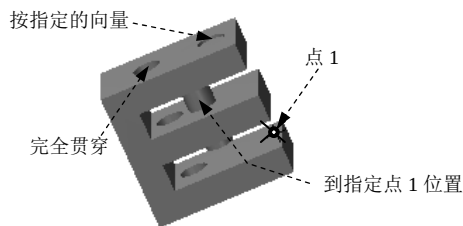

图 7.2.14 挤出距离
- **挤出的距离/方向** 区域：用于设置挤出距离/方向的相关参数，其中包括 **按指定的距离延伸** 单选项、**距离** 文本框、**全部贯穿** 单选项、**延伸到指定点** 单选项、**按指定的向量** 单选项、**重新选取 (R)** 按钮、**修剪到指定的曲面** 复选框、**更改方向** 复选框、**两边同时延伸** 复选框和 **双向拔模** 复选框。
- ☒ ☒ **全部贯穿** 单选项：用于定义创建的挤出特征完全贯穿所选择的实体，如图 7.2.14 所示。
- ☒ ☒ **延伸到指定点** 单选项：用于根据指定点的位置来确定挤出的长度，如图 7.2.14 所示。
- ☒ ☒ **按指定的向量** 单选项：用于根据定义的向量来确定挤出的距离和方向。用户可以在其后的文本框中输入值来定义向量参数，如图 7.2.14 所示。